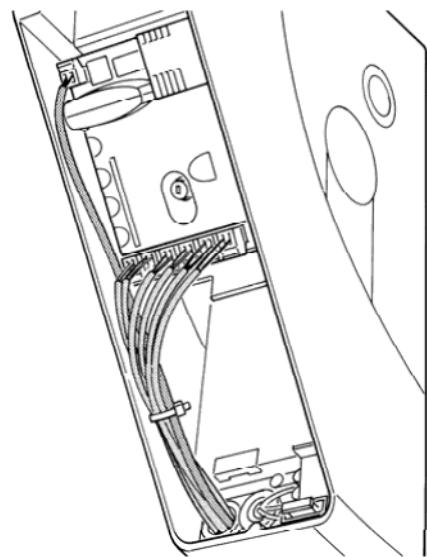

Рис. 6
- Ослабьте свободный кабельный зажим и проведите кабели к разъемам блока управления. Длина кабеля должна быть на 20+30 см длиннее, чем требуется. См. таблицу 1 с указанием типа кабеля и рис.6 соединения).